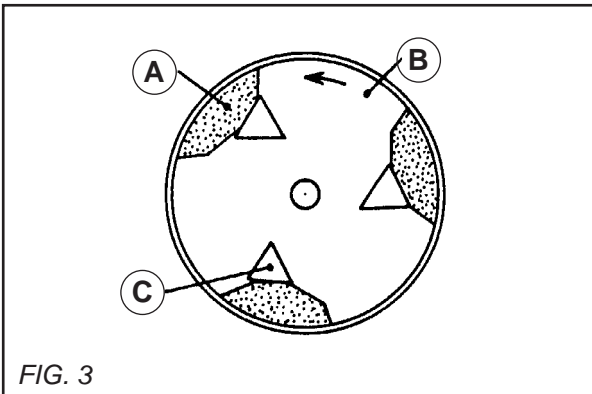

FIG. 3
- Collocare il blocco magnesiaco (A) sulla tavola (B) in modo da presentare la parte angolare del blocco fra l'elemento di bloccaggio (C) e il bordo della tavola. Incastrare il blocco effettuando una pressione e orientando il fissaggio in modo che il blocco sia mantenuto da una superficie d'appoggio per quanto possibile vasta. (Osservare la Fig. 3)